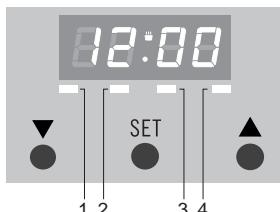

Abb. 4
Nach Anschluss des Gerätes oder nachdem die Stromzufuhr unterbrochen war, erscheint '12.00' im Display. LED 4 blinkt (siehe Abb. 4). Die Tageszeit kann eingestellt werden.
- Drücken Sie auf 'SET', bis LED 1 blinkt (siehe Abb. 4).
- Drücken Sie ▼ oder die Taste ▲, bis die richtige Kurzzeitweckerzeit erreicht ist. Die eingestellte Zeit bleibt im Display sichtbar. LED 1 brennt kontinuierlich (siehe Abb. 4).
- Drücken Sie 'SET', bis LED 2 blinkt (siehe Abb. 4).
- Drücken Sie 'SET', bis das LED 3 blinkt (siehe Abb. 4).
LEDs 2 und 3 brennen kontinuierlich (siehe Abb. 4). Die Tageszeit wird angezeigt. Im Backofen ertönt ein Signal, wenn die eingestellte Zeit erreicht ist. Er schaltet sich automatisch aus. Drücken Sie ▼ oder die Taste ▲, um das Signal auszuschalten.